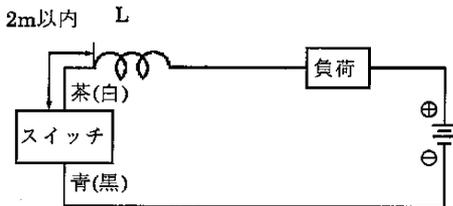
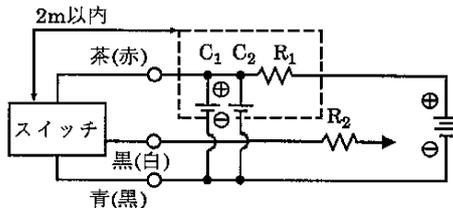

図9 ● チョークコイル
図11
- リード線配線長が10mを越える場合は、図9、10(K2の場合)、図11(K3の場合)に示す保護回路を必ず設けてください。